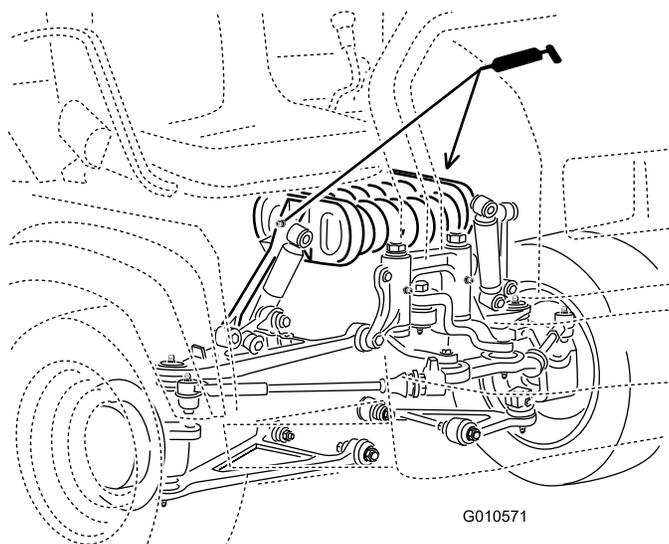

Figura 40
- Torre de mola (2) como se mostra na Figura 40